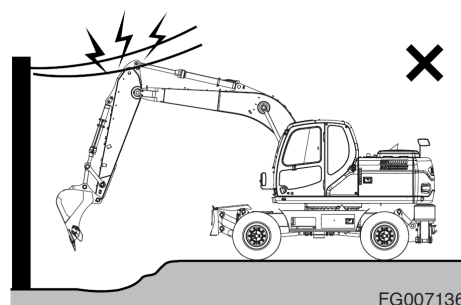

Рис. 69
12. Убедиться, что между линиями электропередач и машиной имеется достаточное пространство. См. рис. 69.